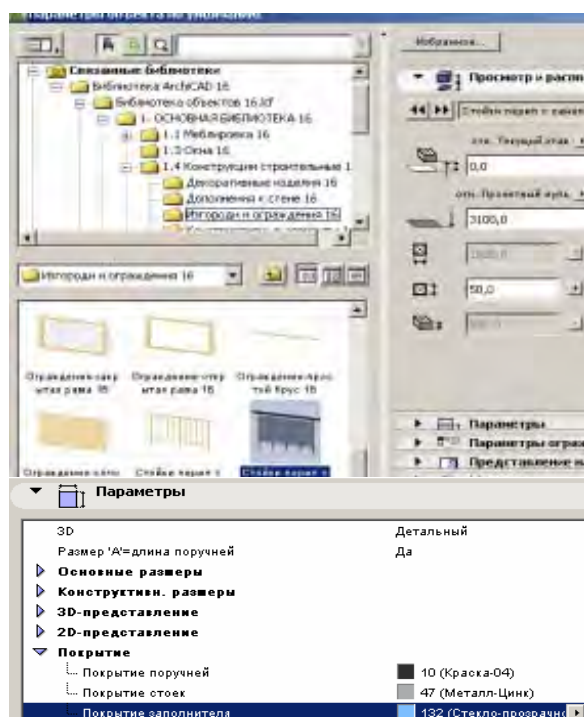

Рис. 114
4. Активируйте взгляд **1.1-ый этаж** в карте проекта навигатора и щелкните в точке, указываемой стрелкой 1, для размещения объекта ограждения (рис. 114).